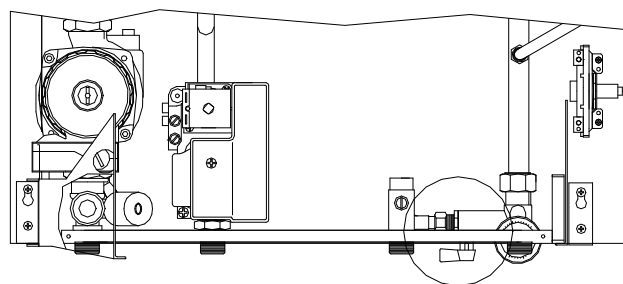

Fig. 3
- Spostare il ponte nella scheda RAMIRE in base al gas richiesto (fig. 3).